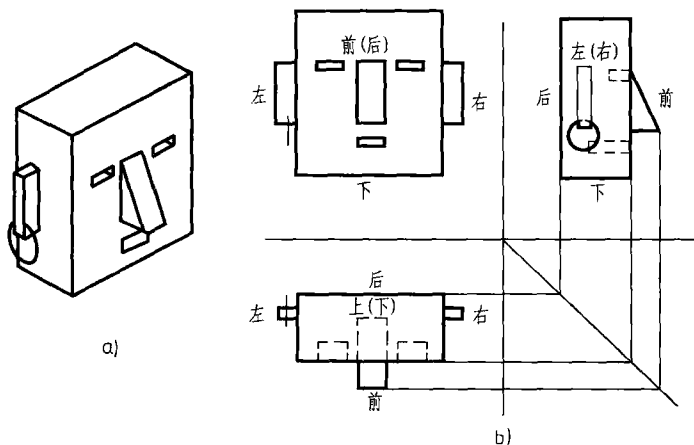

图 2-5 三视图的方位关系
(2) 方位关系 方位指物体上、下、左、右、前、后六个位置。我们以图 2-5 所示的玩偶为例，说明三视图上物体的方位关系。